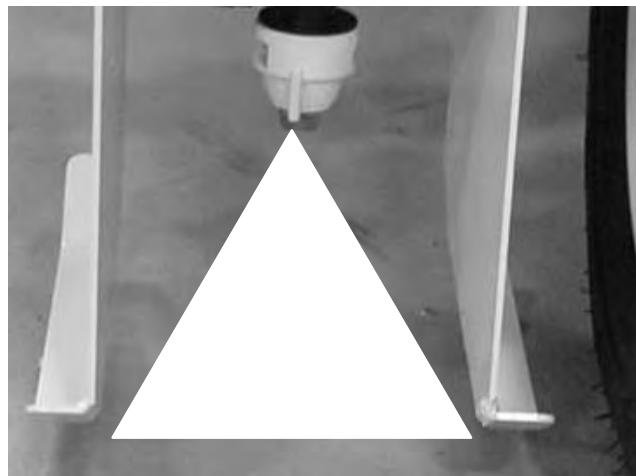

Bild 23
5. Heben Sie das Düsenrohr an oder senken Sie es ab, bis die Farbe gerade unter die Schutzbleche gesprührt wird (Bild 23).